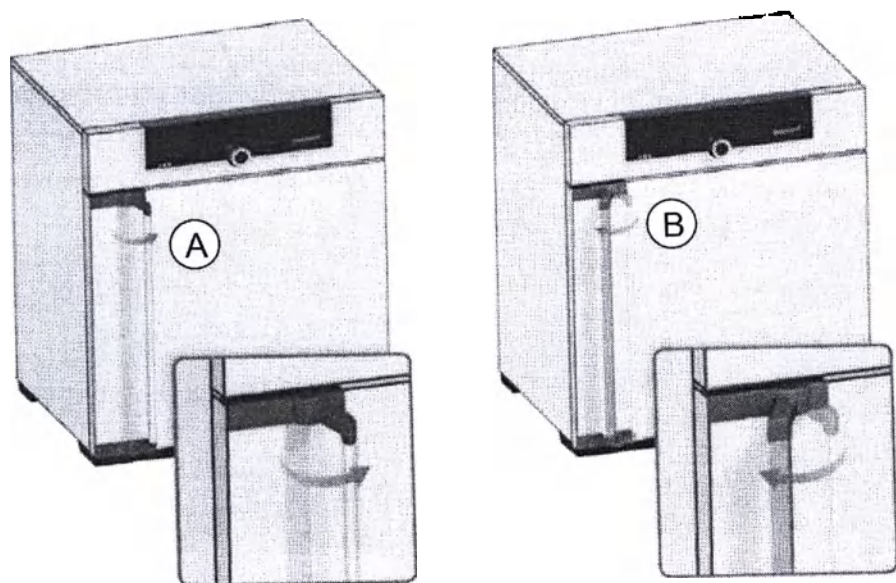

Рис. 15 Открытие и закрытие дверцы
- ▶ Для открытия дверцы потяните ручку дверцы вбок (в зависимости от варианта навешивания дверцы справа или слева, Рис. 15, А) и полностью откройте дверцу.